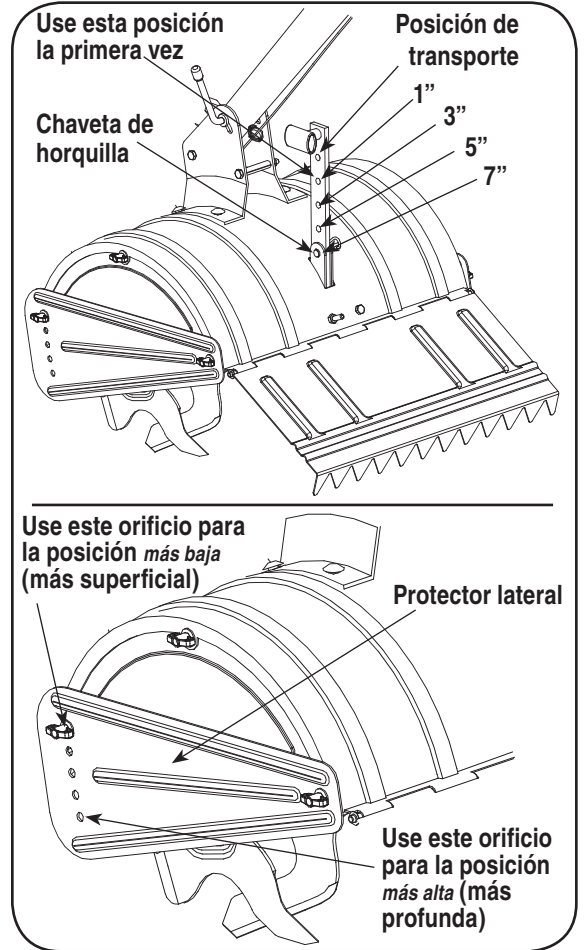

Figura 5-1
- Cuando use la cultivadora por primera vez, utilice el segundo orificio de ajuste de arriba (1" de profundidad de labranza). Vea la Figura 5-1.